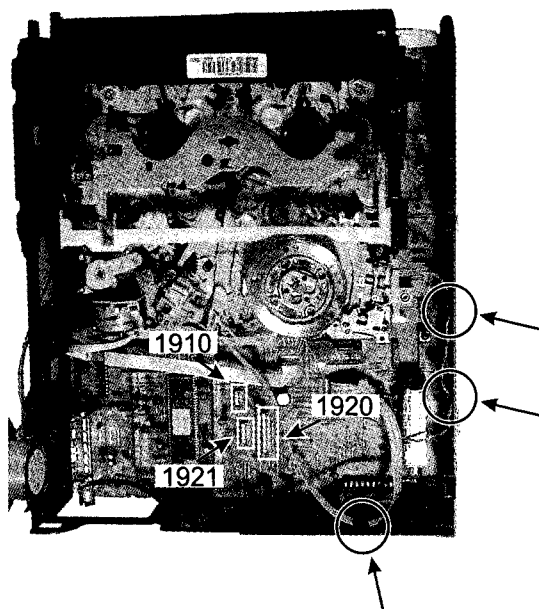

Abbildung 4-7
11. Kabel die in der Zarge geführt werden wie Löschkopf-kabel und Kabel A/C-Head zum Motherboard aus den Führungen herausnehmen (siehe Abbildung 4-7).
12. Die Stecker 1910, 1920 und 1921 abstecken (siehe Abbildung 4-7)